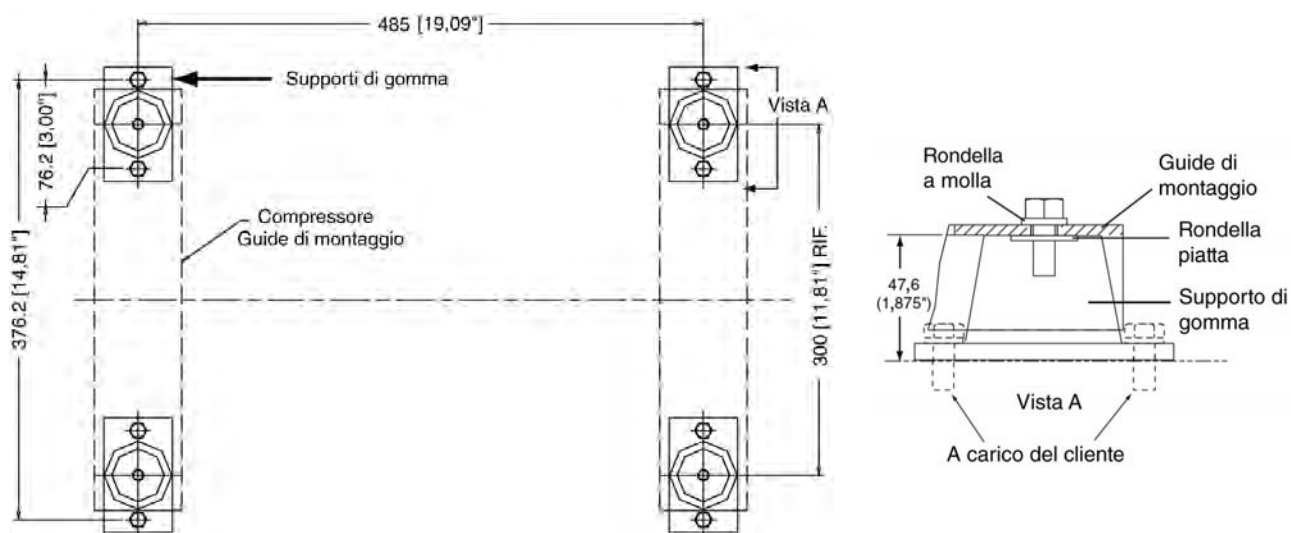

Figura 65 Dettagli montaggio compressore
1. Rispettando le dimensioni di ingombro descritte in Figura 65, realizzare due fori da 9 mm (11/32") nel basamento per ciascuno dei supporti di gomma.